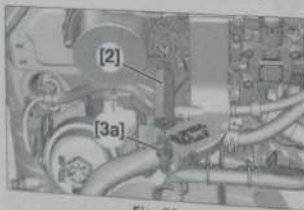

Fig. 39
- Mettre l'outil (2) accompagné du joint du capteur de pression en lieu et place de ce dernier (Fig. 39).
- Poser l'outil (3) sur l'outil (2).
- Apposer l'outil (1) sur l'ensemble (3) et (2).